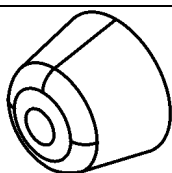

FIG.17
- 11 – Lasciare uno spazio di almeno 5 cm nella parte posteriore utilizzando il piedino distanziale posteriore in plastica (*FIG.1-pos.8 / FIG.17*) e nei fianchi dell'apparecchio in modo da garantire la ventilazione necessaria.